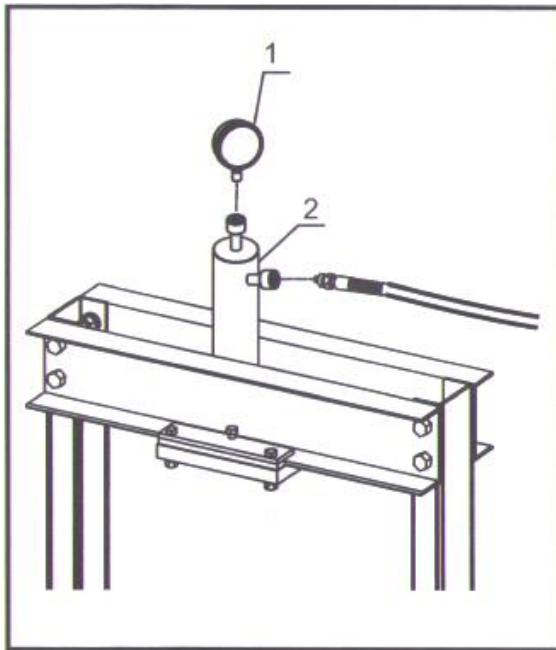

Рис. 7
8. Закрепите манометр (1) и шланг на силовом цилиндре с использованием уплотнительного кольца (34). См. рис.7.